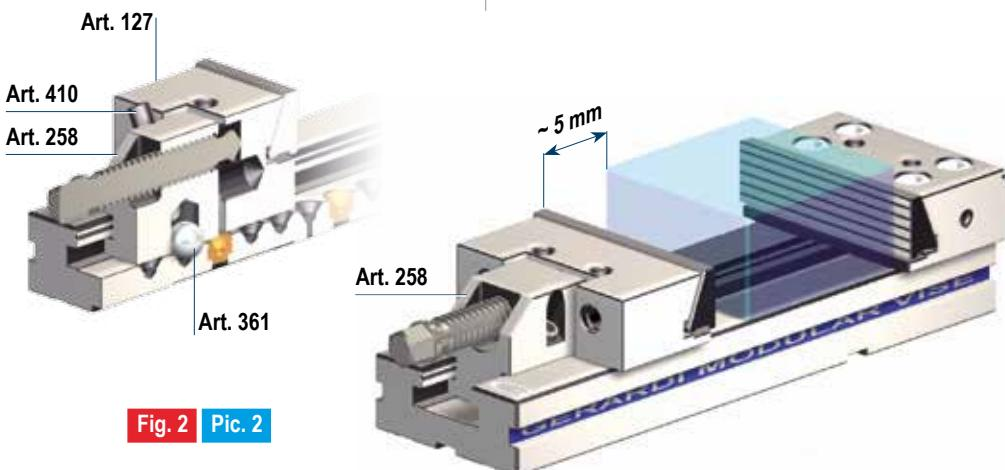

Fig. 2 | Pic. 2
- 2** - Posizionare la ganascia mobile Art. 127 / 127A allentando i due grani Art. 410 per consentire il sollevamento della fera calibrata Art. 361 e quindi lo spostamento di tutto il gruppo di serraggio Art. 258 in una posizione più idonea sullo slittone di base, lasciando circa 5 mm di aria rispetto al pezzo da serrare. (Fig. 2)